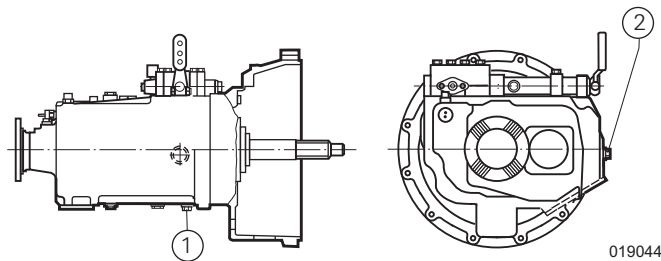

Рис. 4 Коробка передач 6 S 700 VO
- Вывинтить пробку маслосливного отверстия (1) коробки передач (Рис. 4), собрать отработанное масло в подходящую емкость, и утилизировать без загрязнения окружающей среды.
- Очистить магнитную пробку (1) маслосливного отверстия.
- Завинтить пробку маслосливного отверстия (1) с 50 Нм.
- Вывинтить резьбовую пробку (2) отверстия для заправки масла (Рис. 4).
- Завинтить резьбовую пробку (2) отверстия для заправки масла с 50 Нм.
- Вывинтить резьбовую пробку **(2)** (Рис. 4).
- Завинтить резьбовую пробку **(2)** отверстия для заправки масла (Рис. 4) с 50 Нм.